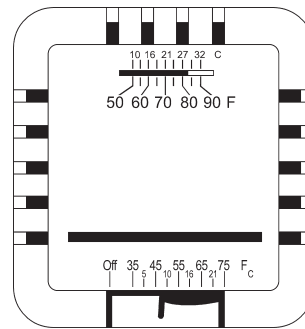

FIGURA 8. CONTROLES DEL TERMOSTATO
- B. Coloque el termostato en posición de apagado (OFF). Consulte la Figura 8